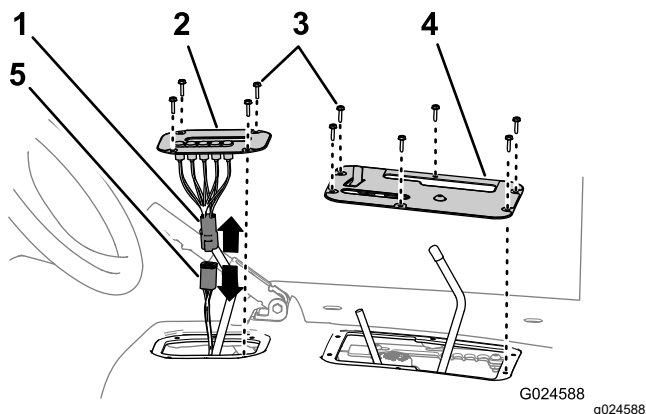

Figura 5
2. Retire los 4 tornillos de cabeza hexagonal que sujetan la tapa del indicador de cambios a la moldura del asiento (Figura 5).
3. Levante el indicador de cambios, desconecte el conector del indicador del conector del arnés de la máquina y retire la tapa del indicador de la máquina (Figura 5).
4. Retire los 6 tornillos de cabeza hexagonal que sujetan la tapa de los controles a la moldura del asiento y retire la tapa de los controles (Figura 5).